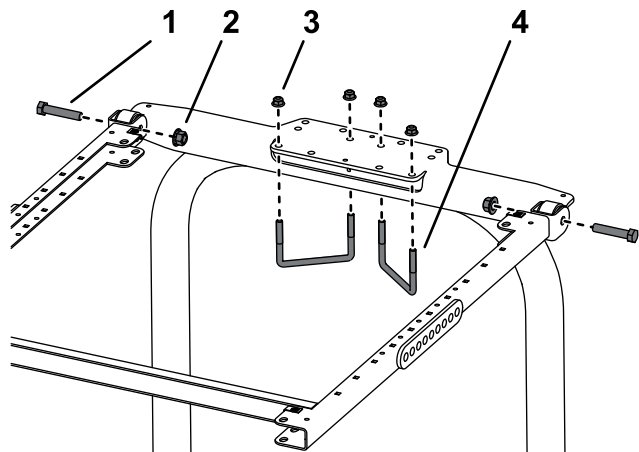

図 46
1. ROPS 取り付けブラケットを、スプレーヤの ROPS の上部にセットする 図 46。
2. ROPS 取り付けブラケットにフレームアセンブリを取り付ける 図 46。